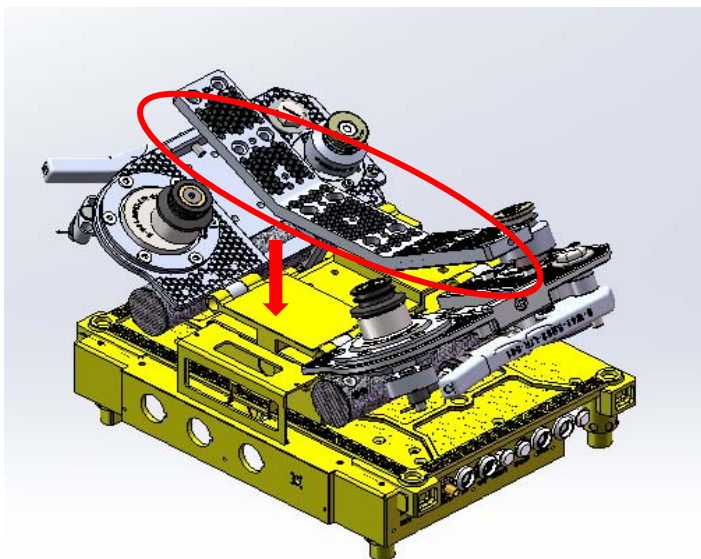

图 26-将曲率板对齐底盘安装孔
1. 如图所示方向向下放置曲率板，对齐板面螺丝通孔与底盘螺纹孔位（图 26）。